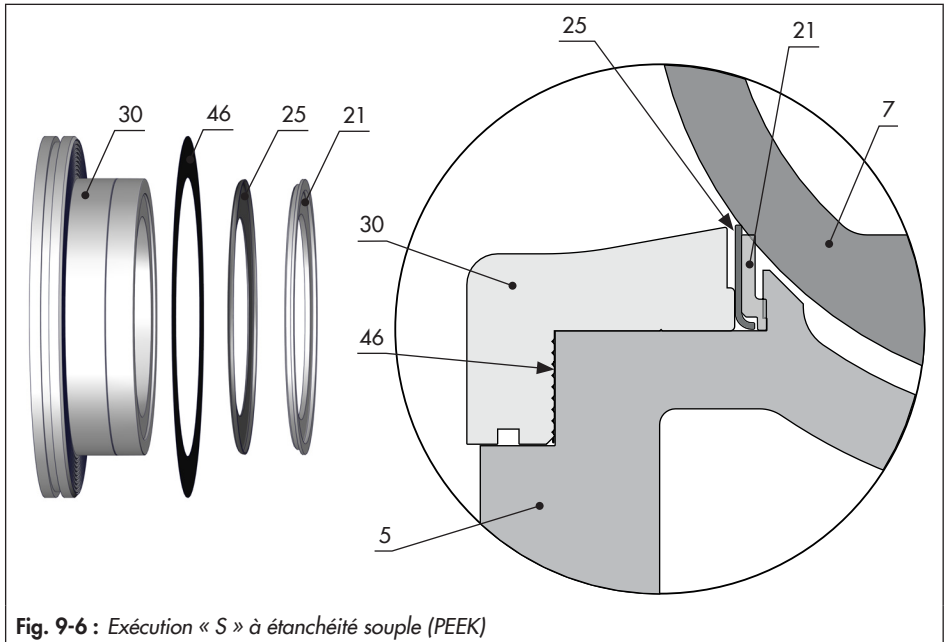

Fig. 9-6 : Exécution « S » à étanchéité souple (PEEK)
Voir Fig. 9-6
1. Démontez la rondelle de soutien (25) et la bague de siège (21).
4. Placer la bague de siège (21) neuve dans le corps. Ce faisant, veiller à l'orientation correcte, cf. Fig. 9-6.
5. Utiliser la rondelle de soutien (25). Ce faisant, veiller à l'orientation correcte, cf. Fig. 9-6.
6. Installer le joint de tuyère (46) sur la tuyère (30).
7. Placer la tuyère (30) avec le joint (46) dans le corps de vanne (voir „Conseil“ à la page 9-7), puis fixer le tout à l'aide des vis de sécurité (70) et des rondelles (80). Respecter les couples de serrage prescrits.